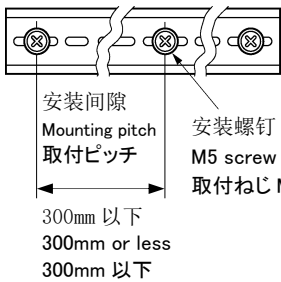
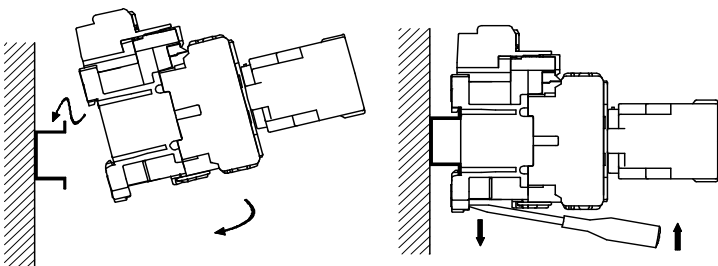

图 2 Fig. 2 図 2
图 3 Fig. 3 図 3
(3) 导轨安装型可装于 35mm 安装轨上。(符合 IEC60715) 安装轨平面布置见图 2。装、卸接触器的方法见图 3。
(3) The rail mounting type can be attached on a standard 35mm IEC60715 mounting rail. Fuji type TH35-15AL mounting rail is recommended. Mounting of the rail on the panel (Fig. 2) Attachment and removal (Fig. 3)
(3) レール取付けは IEC60715 の 35mm 幅支持レールに取付けできます。レールのパネル取付け方法は(図 2)、取付・取外しは(図 3)をご覧ください。